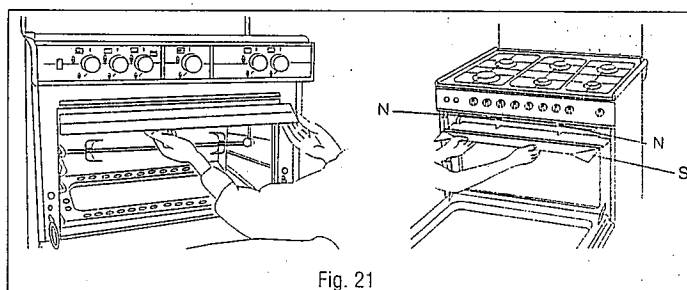

Fig. 21
Pour protéger les manettes, le tableau de bord et la robinetterie d'un surchauffage dangereux, il faut toujours positionner comme indiqué dans la (fig 21) le déflecteur S en le poussant à fond avec ses lentes bien en correspondance avec les pivots N.
- Mettre en place l'écran de protection de manettes (fig. 21)